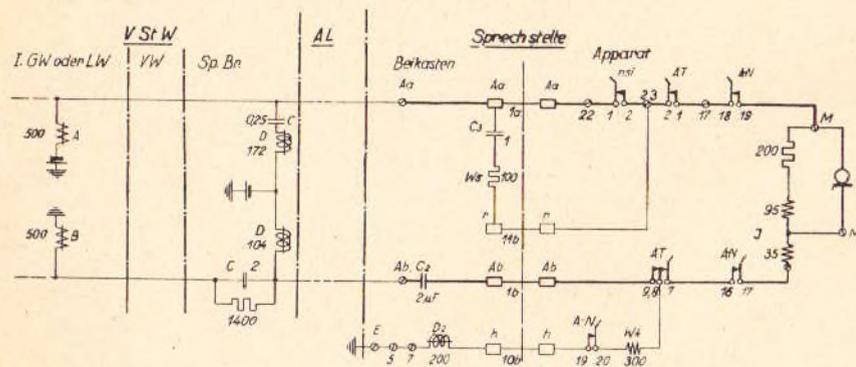

Bild 104. Verbindung VStW-Hauptstelle.
6. Im Bild 104 (S. 153) sind die Kontaktfederbezeichnungen 16, 17, 18 und 19 an der a- und an der b-Ader umgeändert worden.